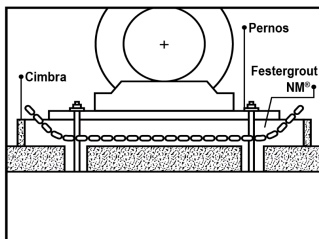

Fig 1. Asentar maquinaria
- Asentar y nivelar cualquier tipo de maquinaria pesada, como: turbinas, bombas, compresoras, etc., sujetas a vibraciones moderadas (fig. 1)